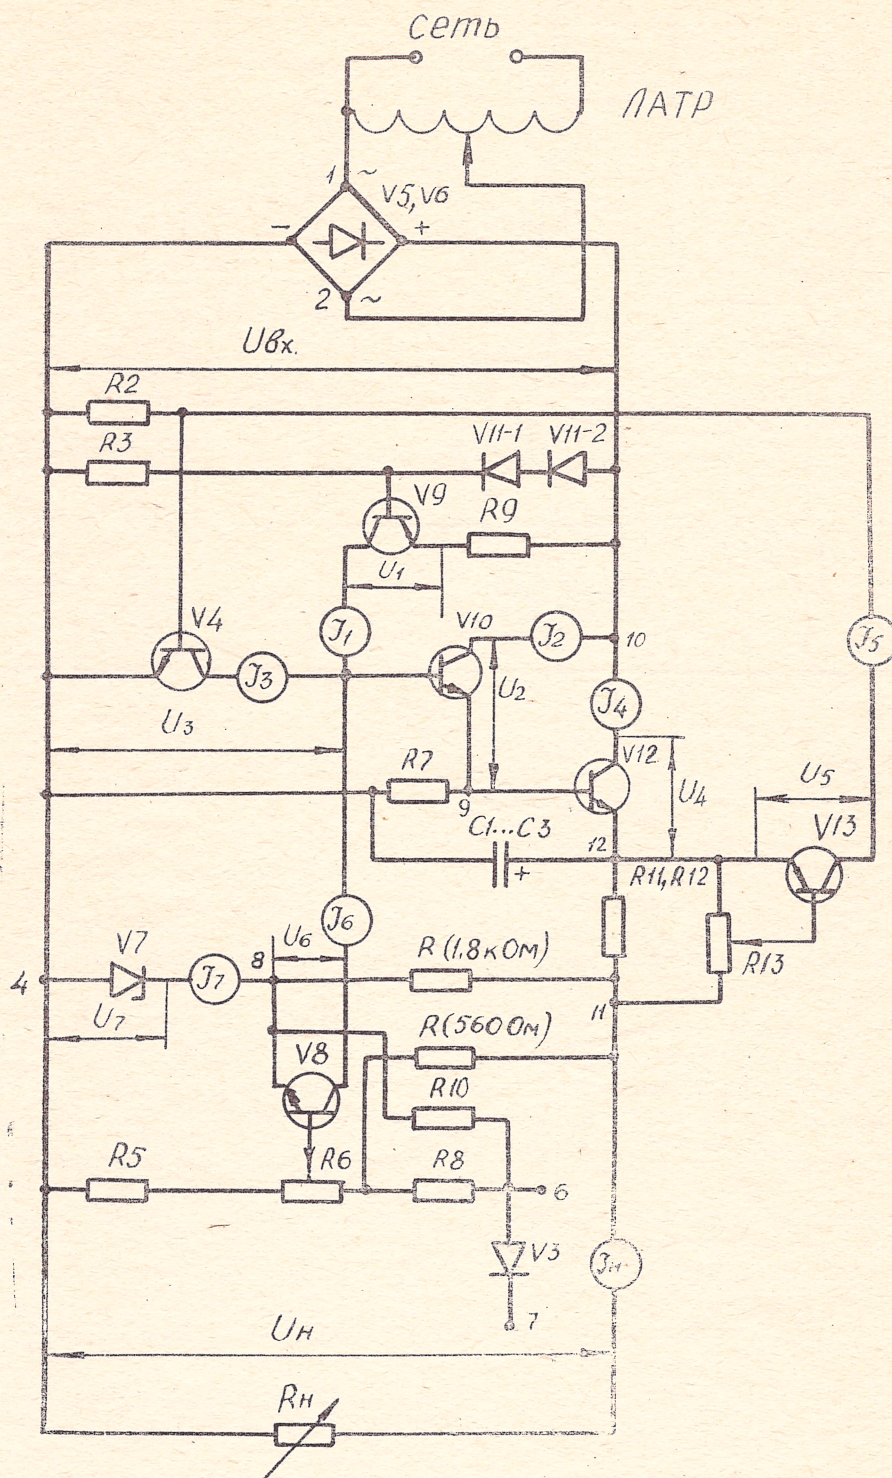

Рис. 4
7.3.2. Извлеките радиатор с транзистором $\nu 12$ из БАЗ-3, отпаяв концы соединительного жгута от выводов транзистора. Присоедините к лепестку 12 платы ВДВ эмиттер, к лепестку 9 — базу и к лепестку 10 — коллектор транзистора $\nu 12$ (рис. 4).